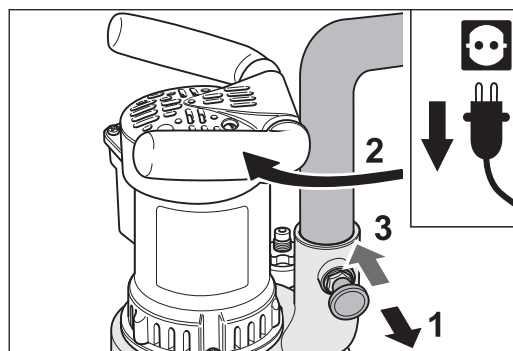

Fig. 25 Tirar del perno fiador y hacer girar el tubo del ventilador.
- 1 tire del perno fiador de la caja del ventilador (Fig. 25),
- 2 haga girar al mismo tiempo el tubo del ventilador hasta que la bolsa colectora de polvo se encuentre por encima del Brazo adicional y fíjese en que el perno fiador encaje tras dejar de tirar de él (Fig. 25).